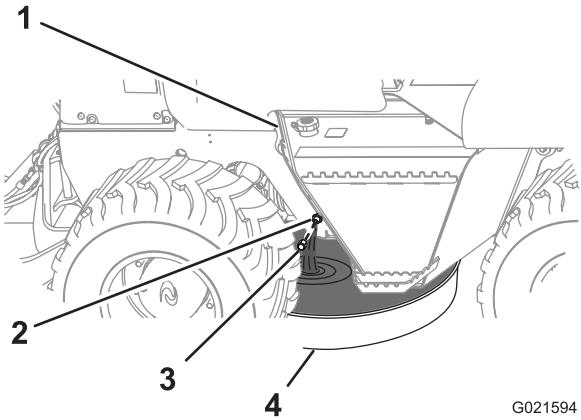

Рисунок 43
- Установите сливной поддон с минимальной емкостью 8,4 л (8,9夸脱 США) под штуцер слива масла из двигателя (Рисунок 43).
- Снимите пробку со сливного штуцера и дайте моторному маслу полностью стечь (Рисунок 43).
- Установите пробку на сливной штуцер (Рисунок 43).
- Снимите крышку с маслозаливной горловины, потянув крышку вверх (Рисунок 43).